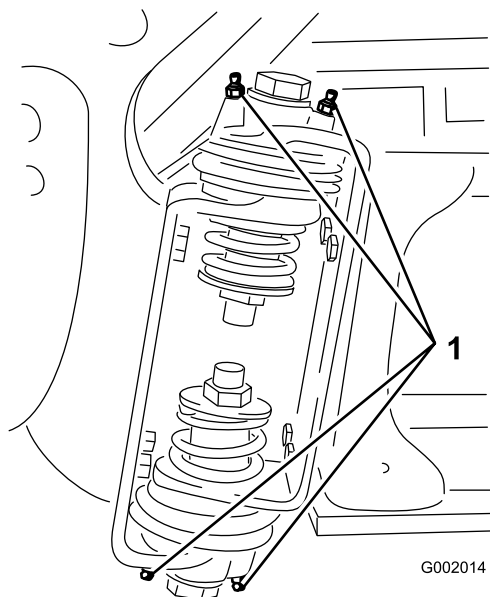

图 103
2. 将润滑脂通过黄油嘴打入到各个轴承或轴套中 图 103。